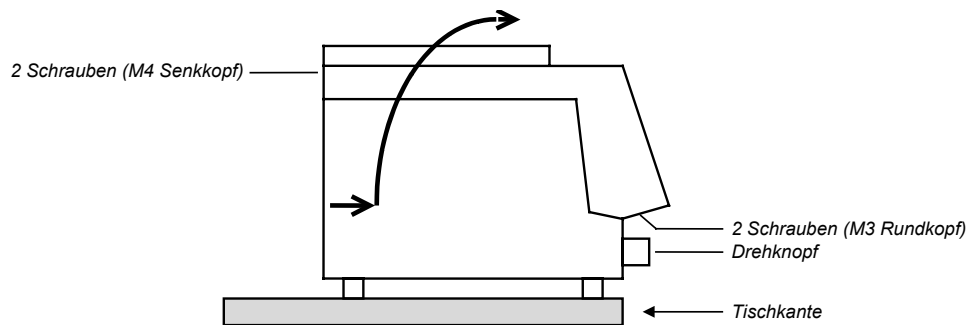

Fig. 7
- Gerät so über Tischkante stellen, dass die M3-Schrauben entfernt werden können (Fig. 7)